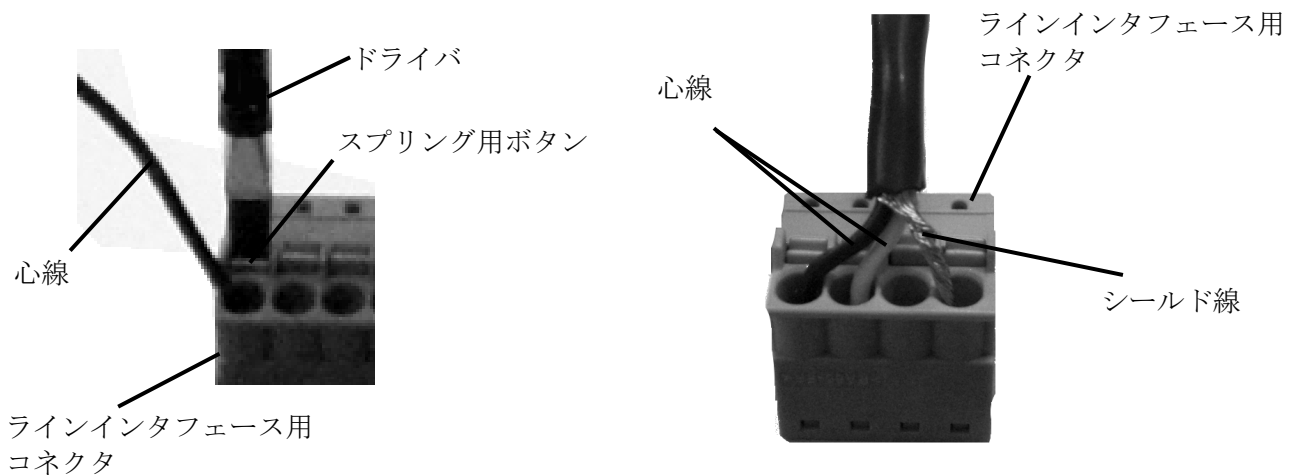

図 3-5 コネクタへの配線の接続方法
- ① 配線の電線の被覆を9mm程度剥きます。
- ② 本装置のラインインタフェースに装着する前に、ラインインタフェース用コネクタに配線を接続します。ドライバなどでスプリング用ボタンを押下しながら、ピン番号1および2の端子口各々に電線を奥までしっかり挿入します。使用する配線がシールドされている場合、シールド線はコネクタの4ピンに挿入してください。（図 3-5参照）
- ③ 電線を挿入し終わったら、スプリング用ボタン押下を止めます。
- ④ 本装置のラインインタフェースに、電線挿入済みのラインインタフェース用コネクタを装着します。
- ⑤ 配線は、コネクタ部に力が加わらないように、結束バンドなどを使って本体外部で固定します。